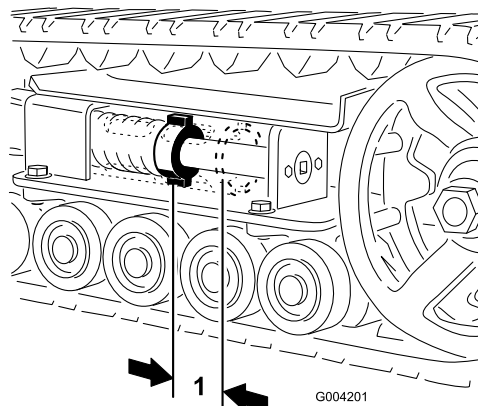

Figura 44
Compruebe y ajuste la tensión de las orugas después de las 50 primeras horas de operación y luego cada 100 horas de operación. Debe haber una holgura de 7 cm entre la tuerca tensora y la parte de atrás del tubo tensor (Figura 44). Si no es así, ajuste la tensión de las orugas usando el procedimiento siguiente:
las agujas del reloj hasta que la distancia entre la tuerca tensora y la parte de atrás del tubo tensor (Figura 44) sea de 7 cm.
11. Gire el tornillo tensor en el sentido contrario a las agujas del reloj hasta que la distancia entre la tuerca tensora y la parte de atrás del tubo de horquilla (Figura 44) sea de 7 cm.
17. Gire el tornillo tensor en el sentido contrario a las agujas del reloj hasta que la distancia entre la tuerca tensora y la parte de atrás del tubo tensor (Figura 44) sea de 7 cm.